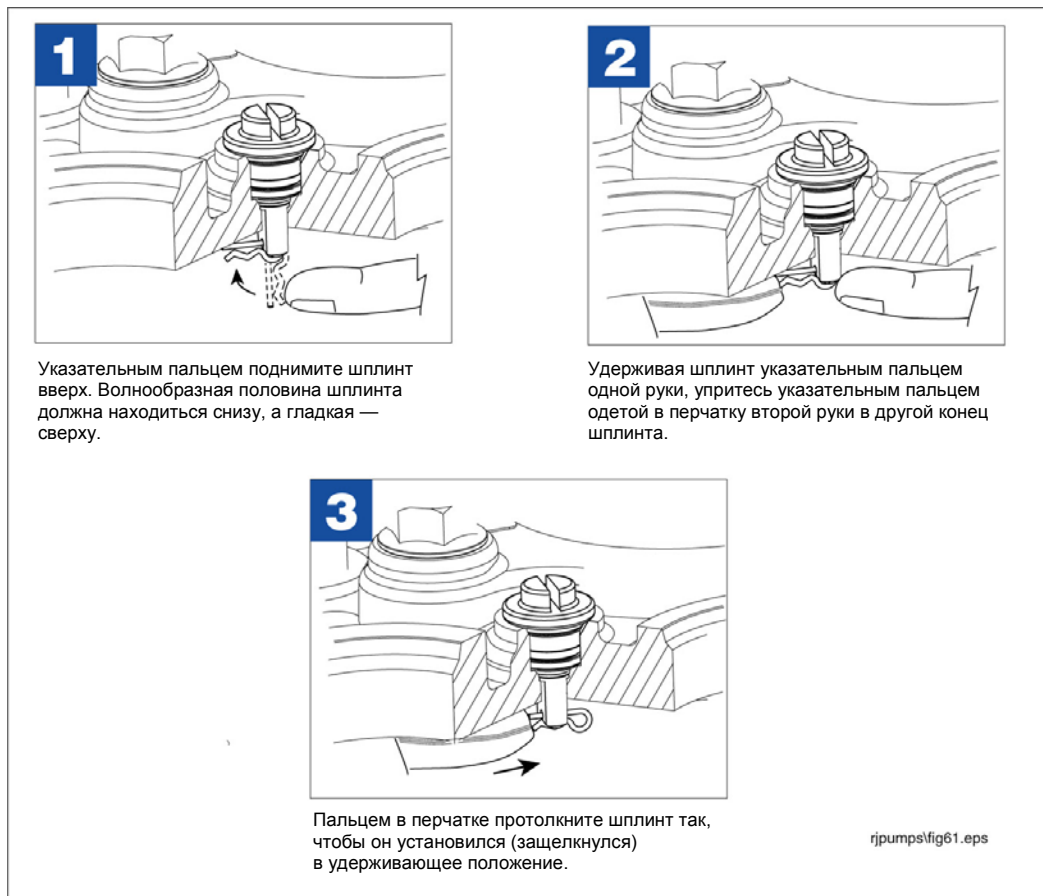

Рисунок 42. Установка в удерживающее положение шплинта винта воздушной продувки
11. Указательным пальцем одетой в перчатку руки протолкните шплинт так, чтобы он зафиксировался (защелкнулся) в удерживающем положении (фрагмент 3 Рисунок 42).